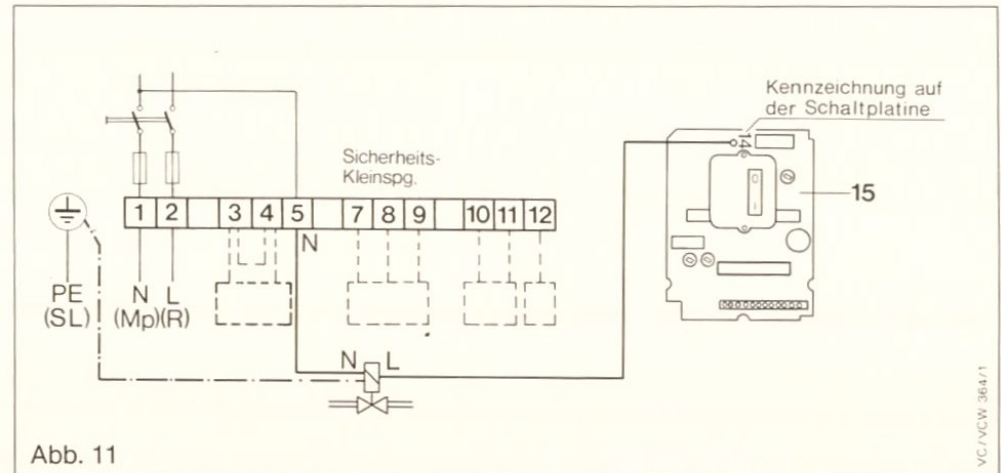

Abb. 11
- a) Schrauben (8) am Schaltkasten-deckel lösen.
- b) Überwurfmutter des Entstörknopfes (10) abschrauben.
- c) Schrauben (9) an der Schalterblende lösen.
- e) Schaltkastendeckel (7) vorsichtig nach vorn herausziehen und hochklappen.
- f) 2 Schrauben (16) auf der Rückseite der Schaltplatine (15) lösen und Schaltplatine vom Schaltkasten-deckel abnehmen.
- g) Steckstift — Kennzeichnung 14 — auf der Vorderseite der Schaltplatine (15) ist jetzt zum Anschluß zugänglich. Lage des Steckstiftes auf der Schaltplatine siehe auch Abb. 11.